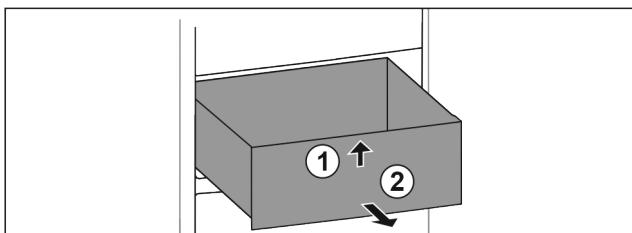

Fig. 84
- Підняти висувний ящик спереду. Fig. 84 (1)
- Вийняти висувний ящик рухом вперед. Fig. 84 (2)